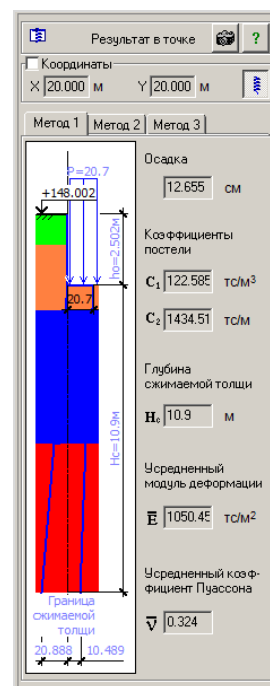

Рис. 11.7.1. Плавающее окно **Результат в точке**
- В открывшемся окне **Результат в точке** (рис.11.7.1) выполните следующие действия:
В плавающем окне **Результат в точке** (рис.11.7.1) будут приведены значения параметров в указанной произвольной точке, полученные в результате расчета.